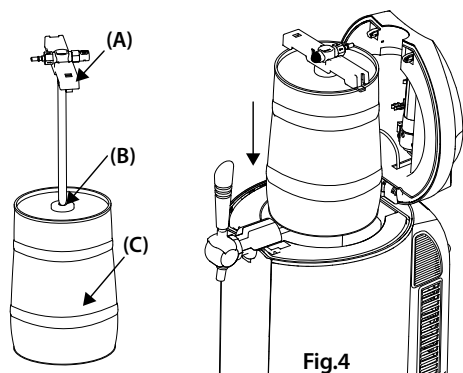

Fig.4
2. Dirigez l'extrémité effilée qui se trouve à l'extrémité de l'embout (A) contre le bouchon d'étanchéité (B) situé au centre supérieur du fût. Vous devrez éventuellement retirer le bouchon ou remplacer le joint (voir chapitre « Joints de fût de bière »).
3. Plongez le tube de conduite montante rapidement et verticalement dans le fût de bière (C). Un bruit signale l'enclenchement sur le bord du fût.
4. Ouvrez la tireuse en appuyant sur le bouton de déverrouillage du couvercle et placez le fût correctement assemblé dans la chambre froide (fig.4).